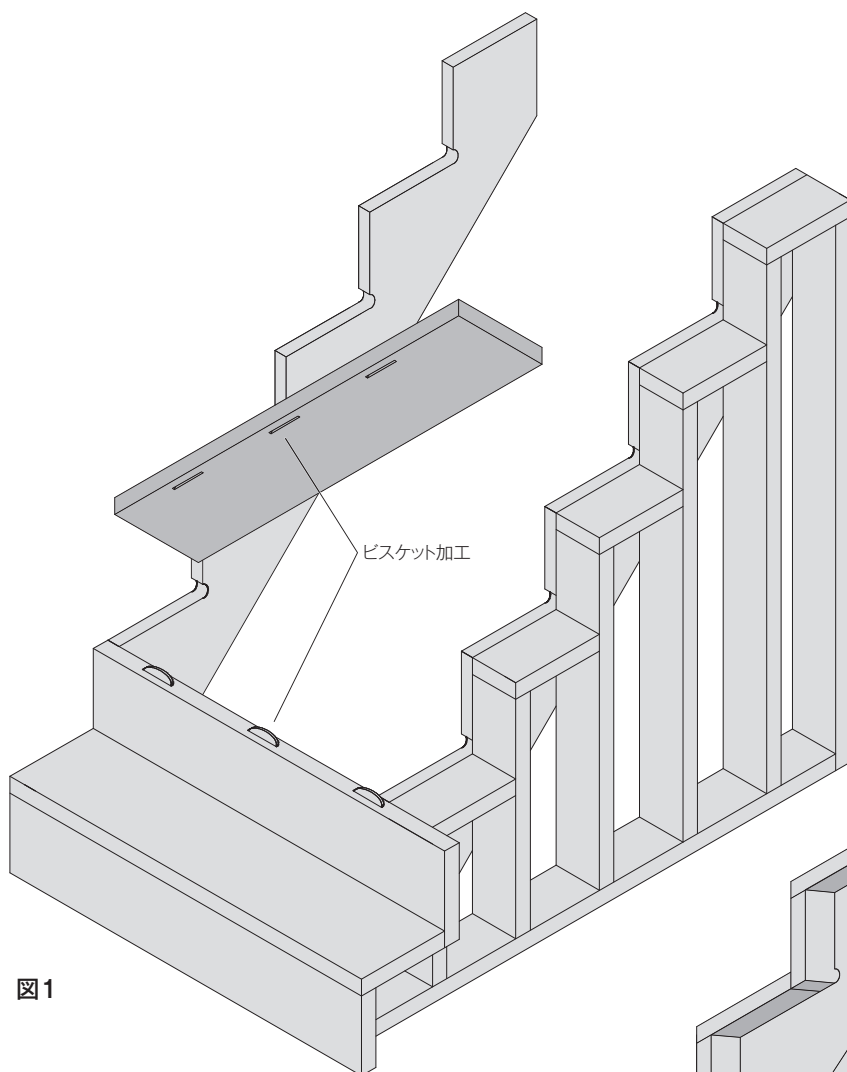

図1
- ・取付手順は、「上段框を先につけられている」「踊場を先につけられている」などで手順は変わりますが、ひな壇側の踏板と蹴込板の連続がきれいに見えるように気を付けながら施工をしてください。(図1)